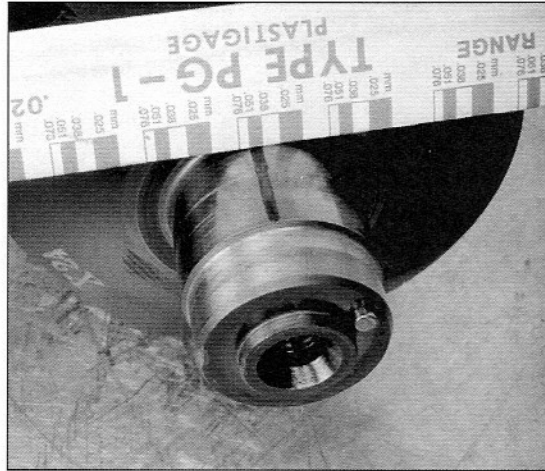

Bild 216
- Unteren Ventildfersitz ⑥ (Bild 216) auflegen (nicht verwechseln mit Federteller ②).